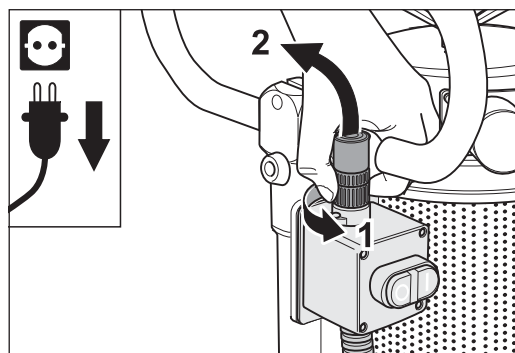

Fig. 18 Soltar el anillo roscado y sacar el enchufe de la red.
- 3 Suelte el enchufe del cable del sensor del interruptor de presión en el interruptor de CO./DESCO. girando el anillo roscado y saque el enchufe de la red (Fig. 18).